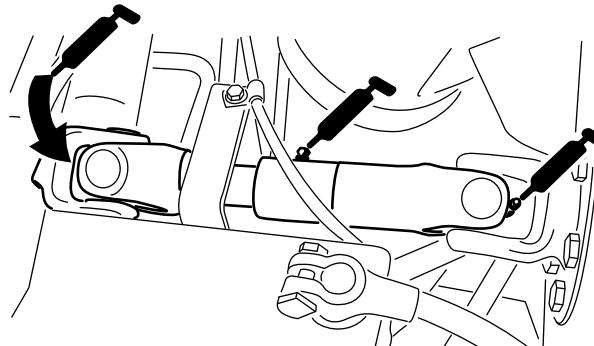

Figura 29
- Articulación de cardán del árbol de transmisión de la bomba (3): Figura 29